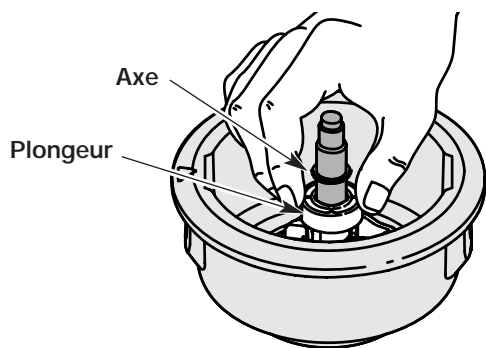

Fig. 56
- Nettoyez l'axe et la surface intérieure de la bobine extérieure. Pour nettoyer l'axe dissimulé sous le plongeur, appuyez sur celui-ci (Fig. 56). Enlevez toute trace de saleté et de débris de l'axe.